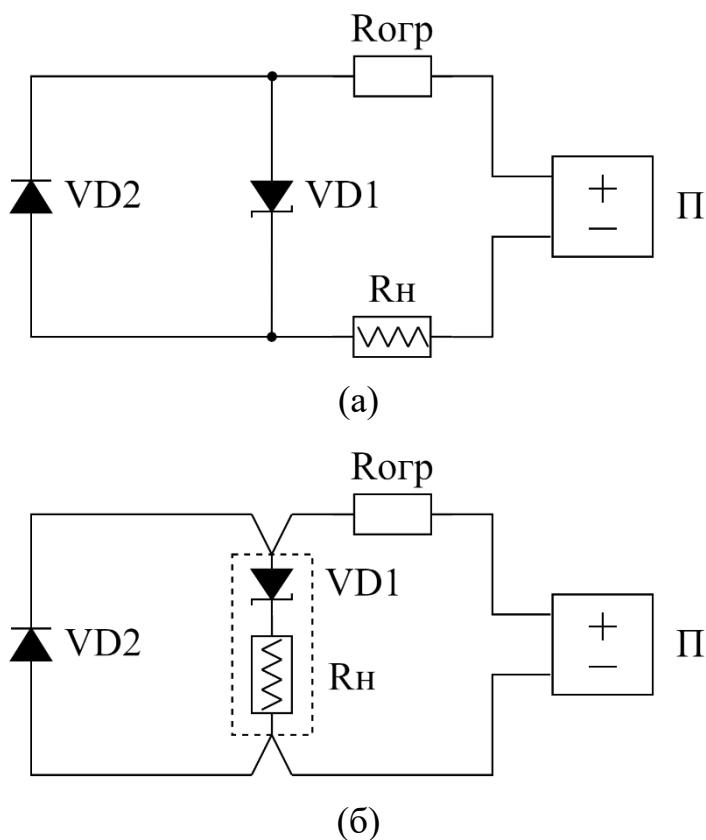

Рис. 14
- Схемы подключения цепей пуска представлены на рис. 14.
На рис. 14 (а) представлена **рекомендуемая** схема включения исполнительного устройства (R_h) в цепь пуска. При таком включении ток контроля (обратной полярности) протекает непосредственно через исполнительное устройство, что позволяет контролировать целостность внутренних пусковых цепей устройства. При этом исполнительное устройство должно выдерживать приложение напряжения обратной полярности не менее 3,5 В и обратный ток контроля (не приводящий к срабатыванию) **не менее 1 мА**.
Если исполнительное устройство не способно выдерживать ток контроля 1 мА или не способно пропускать ток обратной полярности, то применяется схема, изображенная на рис. 14 (б). При таком включении производится только контроль цепи, идущей до корпуса исполнительного устройства (внутренняя пусковая цепь исполнительного устройства не контролируется). Диод VD1 рекомендуется устанавливать в корпус исполнительного устройства для защиты соединений от внешних воздействий (корпус на схеме изображен пунктирной линией).